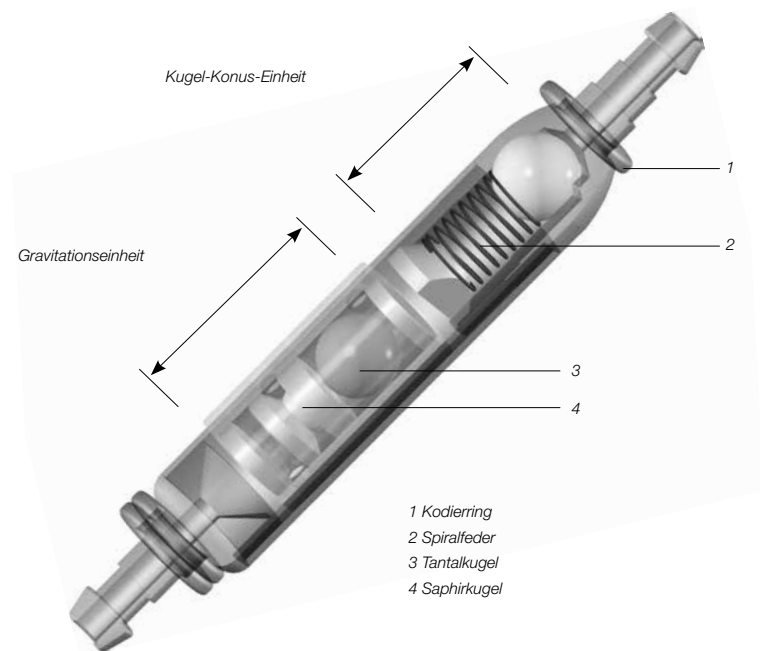

Abb. 1: *paediGAV* im Querschnitt
Abb. 1 zeigt eine schematische Querschnittszeichnung des *paediGAV*. Es besteht aus einem stabilen Titangehäuse, in dessen proximalem Teil eine bewährte Kugel-Konus-Einheit integriert ist. Eine Spiralfeder (2) gewährleistet den Öffnungsdruck der Kugel-Konus-Einheit. Die Gravitationseinheit im distalen Bereich besteht aus einer Tantalkugel (3), die den Öffnungsdruck dieser Einheit bestimmt, und einer Saphirkugel (4), die den präzisen Verschluss garantiert. Kodierringe (1) ermöglichen die Identifikation der Druckstufen im Röntgenbild.